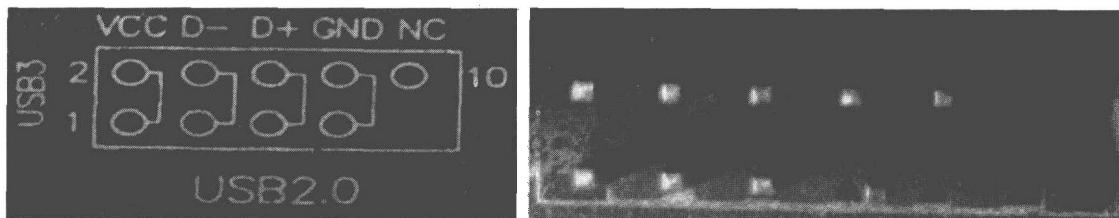

图 1-5 主板前置 USB 跳线说明及排插
(2) USB 接口跳线：设置 USB 前置跳线应先找到 USB 跳线说明（如图 1-5 左所示），然后根据机箱上的 USB 连接线的颜色（如图 1-6 所示），分别对应地插到主板上的 USB 排插上面（如图 1-5 右所示）。若此跳线跳错，会造成 USB 接口不能用或烧主板。若主板后置 USB 接口不能用，首先要检查主板的 USB 供电跳线设置是否正确，USB 供电跳线如图 1-7 所示，跳任何一端，USB 均可正常使用。